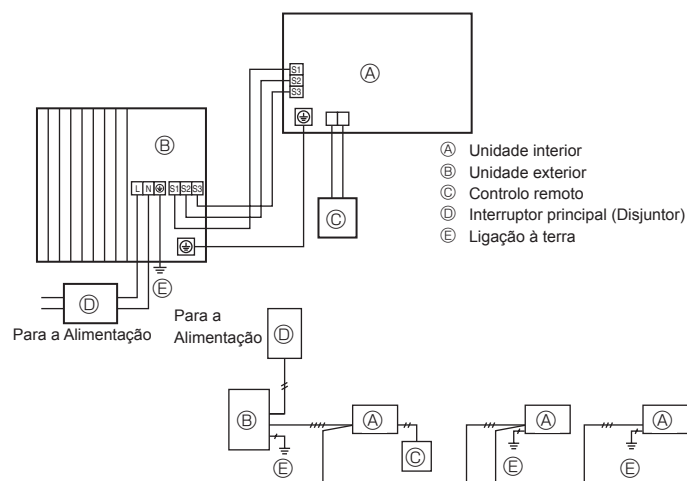
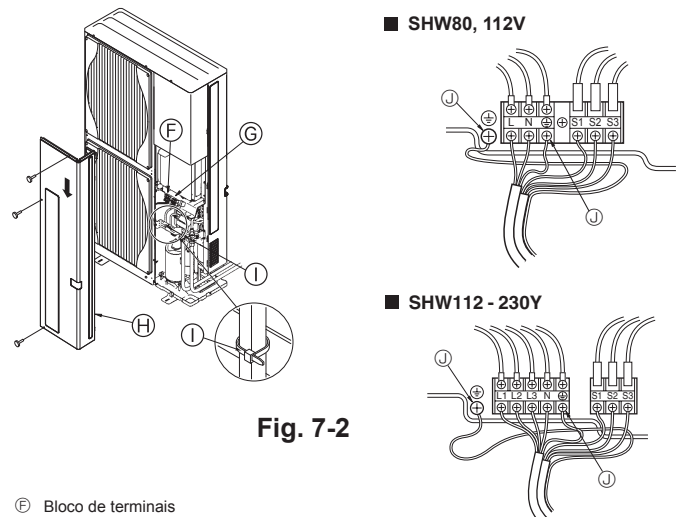

Fig. 7-1
Fig. 7-2
7.1. Unidade exterior (Fig. 7-1, Fig. 7-2)
- 2 Ligue os cabos consultando a Fig. 7-1 e a Fig. 7-2.